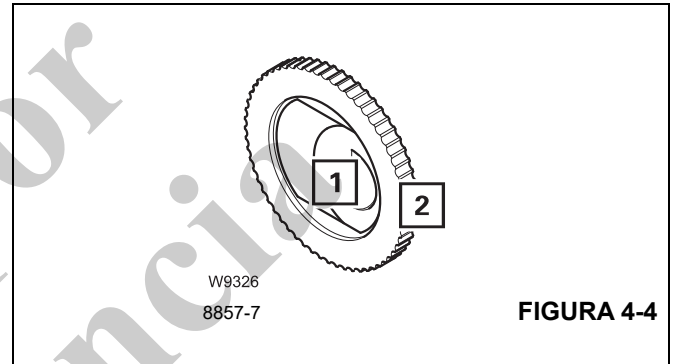

FIGURA 4-4
Para abrir el registro:	Presione las aletas (1), (Figura 4-4), hacia abajo y ajústelas longitudinalmente